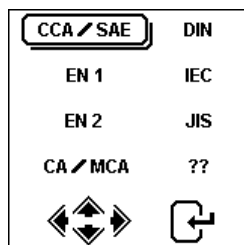

Fig.24
8. Una vez realizada la selección, se procederá a la pantalla como se muestra a continuación (Fig.24):